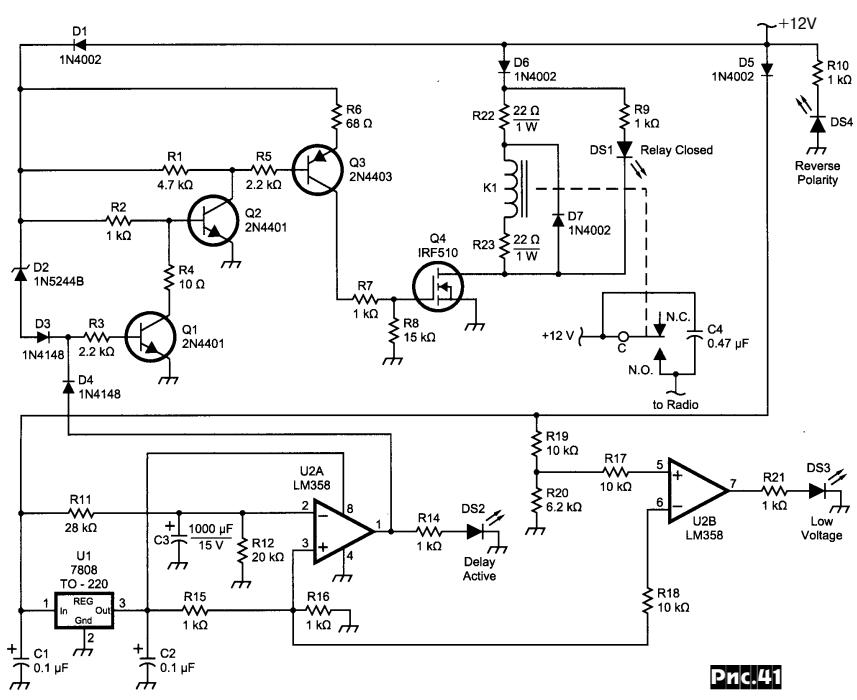

Рис.41
**Майк Брюс (WB8WGE)** разработал **устройство защиты трансиверов** (рис. 41) от превышения питающего напряжения и его выбросов в момент включения блока питания, «переполюсовки» и индикации пониженного напряжения. Последнее важно контролировать при использовании аккумуляторных батарей. В первый момент включения блока питания напряжение +12 В через D5 и R11 заряжает C3. До тех пор, пока напряжение на C3 не превысит Uопорн. на выв. 3 (U2A), на выходе ОУ будет около +12 В, что приведет к открытию Q1, закрытию Q2 - Q4 и, соответственно, к обесточиванию реле K1 и трансивера. После некоторой задержки, определяемой R11C3, Q1 закроется и, соответственно, откроется Q4, сработает реле K1 и своими контактами подключит +12 В к трансиверу. При этом свечение светоди-